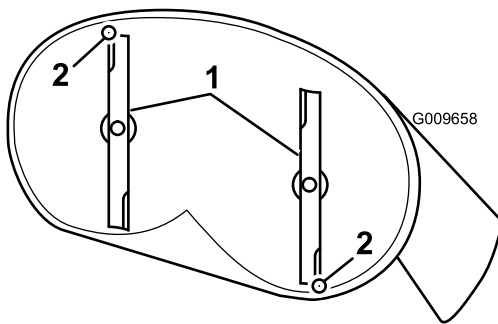

Figure 51
4. Faites pivoter les lames avec précaution pour faire passer les pointes avant à l'arrière (Figure 51).
5. Mesurez la distance entre la pointe de la lame avant et la pointe de la lame arrière par rapport à la surface plane (Figure 51). Si la pointe avant de la lame n'est pas de 1,6 à 7,9 mm (1/16 à 5/16") plus basse que la pointe arrière, réglez le contre-écrou avant.
8. Une fois le réglage effectué, vérifiez à nouveau l'inclinaison avant/arrière des lames. Poursuivez le réglage de l'écrou jusqu'à ce que la pointe avant de lame soit de 1,6 à 7,9 mm (1/16 à 5/16") plus bas que la pointe arrière (Figure 51).